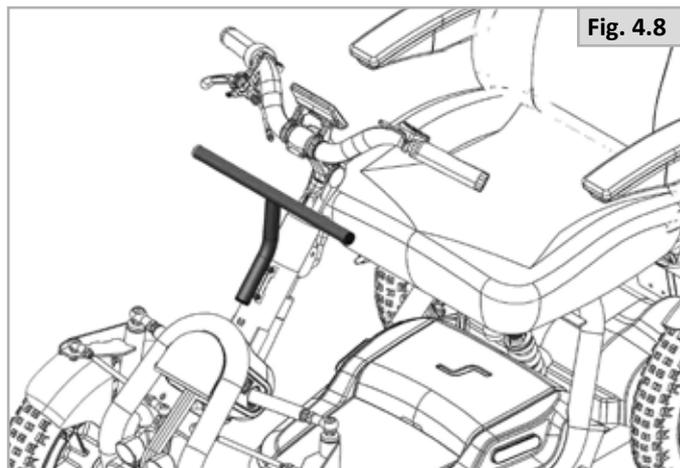

Fig. 4.8
4.8.3 Accessory bar (Fig. 4.8)